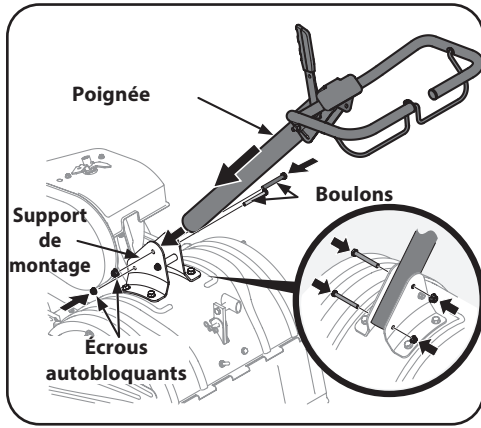

Figure 2-3
2. Placez la poignée entre les supports. Voir Figure 2-3.